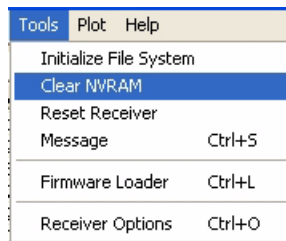

Рисунок 54. Clear NVRAM
3. Нажмите *Tools* ► *Clear NVRAM* (Рис. 54).